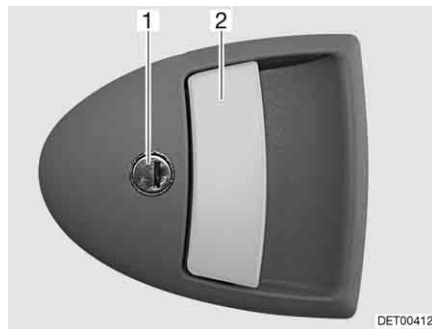

Fig. 44 Serrure de la porte cellule, à l'extérieur
- Insérer la clé dans le barillet (Fig. 44,1) et la tourner jusqu'à ce que la serrure de la porte soit déverrouillée.
- Tirer sur la poignée de la porte (Fig. 44,2). La porte est ouverte.
- Insérer la clé dans le barillet (Fig. 44,1) et la tourner jusqu'à ce que la serrure de la porte soit verrouillée.